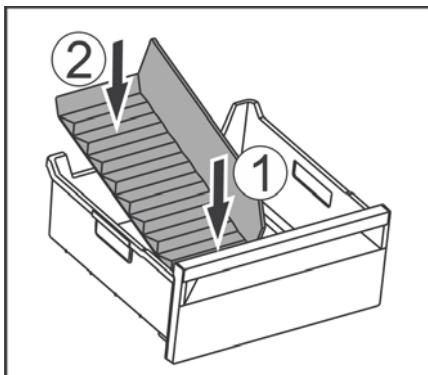

Fig. 60
- ▶ Сначала устанавливайте разделитель Fig. 60 (1).
- ▶ Опустите заднюю часть Fig. 60 (2).